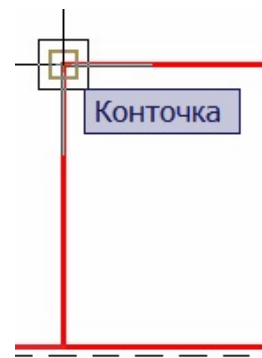

Рис. 1.1
- зацепить мышью (без щелчка) с помощью привязки **Конточка(Endpoint)** левую конечную точку верхней горизонтальной линии (рис. 1.1);